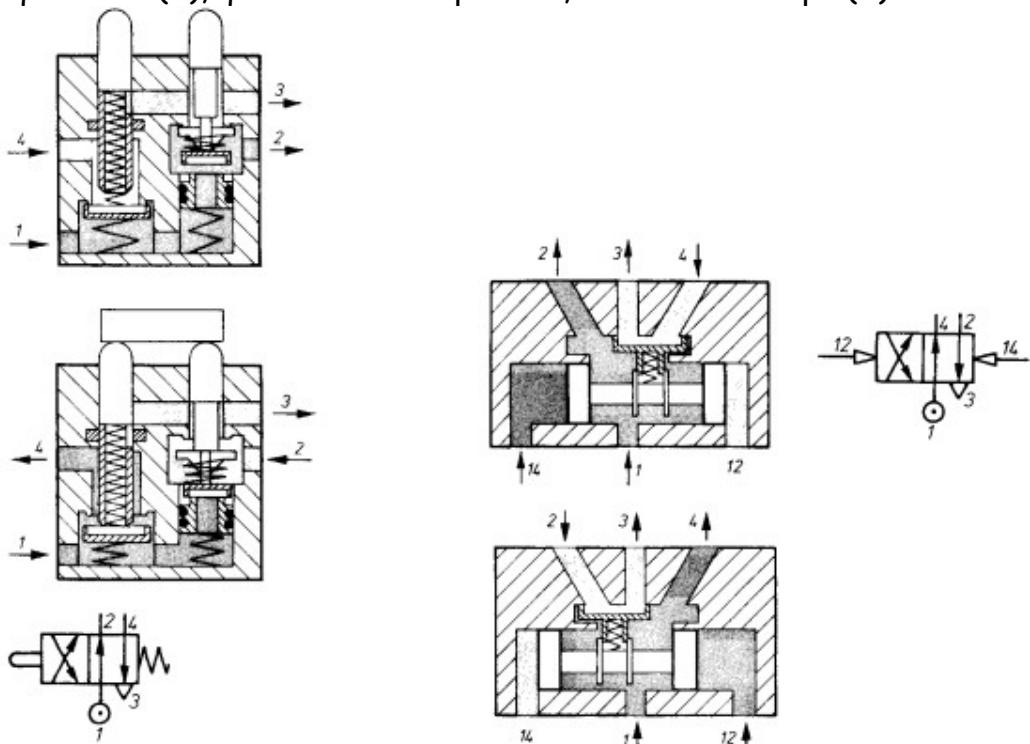

Fig. 6.38 Válvula 4/2 de accionamiento mecánico.
La válvula 4/2 de la figura 6.39 es, por el contrario, de accionamiento neumático. La alimentación principal se efectúa por (1), las vías de utilización son la (2) y la (4), el escape es (3) y las vías de pilotaje son la (12) y la (14). Cuando existe señal en (12) la corredera y el cursor se desplazan hacia la izquierda con lo cual la vía (2) está en escape y la vía (4) alimentada. Al invertir la señal de pilotaje [presión en (14)], la corredera se mueve hacia la derecha y comunica la vía (2) con la alimentación (1) y la vía (4) con el escape (3). Como se comprende es una válvula apta, igual que la anterior (fig. 6.38), para mandar un cilindro de doble efecto.